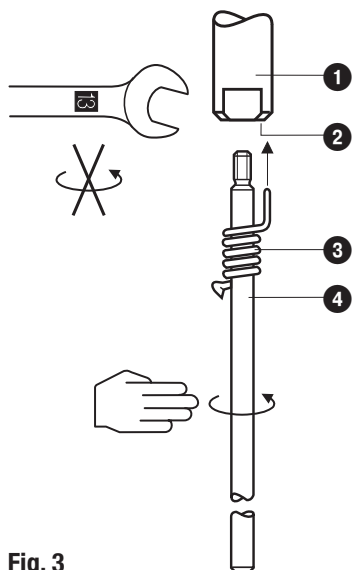

Fig. 3
1. Elektrodenverlängerung ④ in die Messelektrode ① einschrauben. **Fig. 3**
3. Maß auf der Elektrodenverlängerung ④ anreißern.
4. Elektrodenverlängerung ④ aus der Messelektrode ① herausdrehen und kürzen.
5. Nach Sichtprüfung die Verlängerung ④ in die Messelektrode ① fest einschrauben. Sicherungsfeder ③ auf der Elektrodenverlängerung ④ verschieben, bis diese in der Bohrung ② fixiert ist..